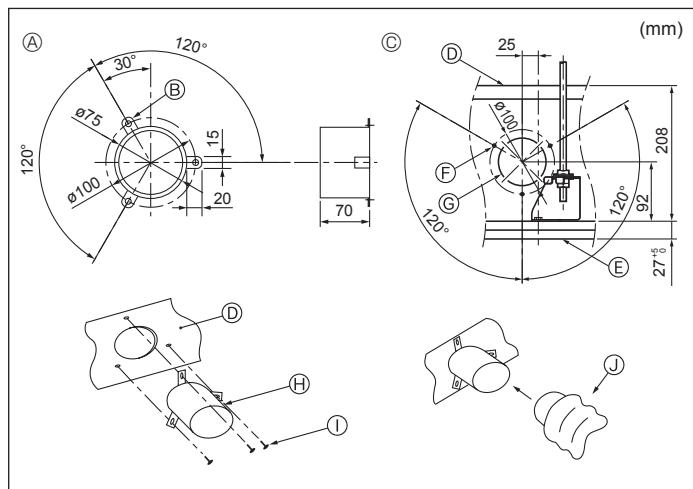

Fig. 2-3
2.3. Installatie van toevoerkanaal (bij buitenluchttoevoer) (Fig. 2-3)